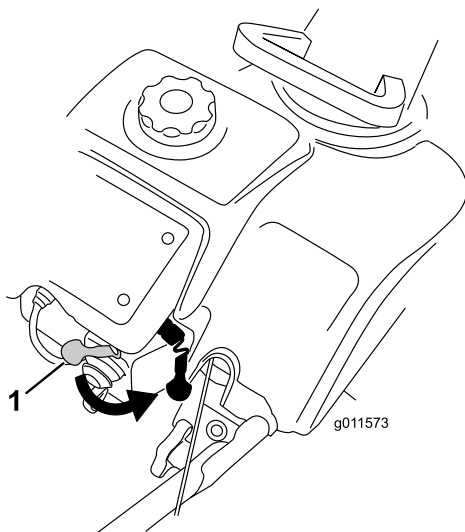
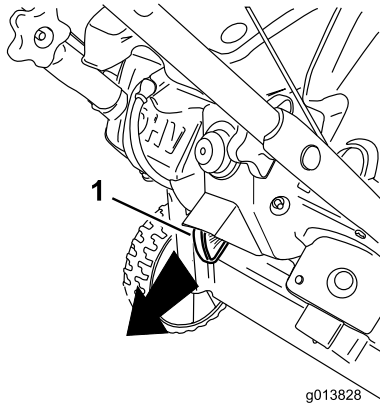

Figure 16
Figure 22
2. Déplacez la commande de starter complètement vers la droite (Figure 16).
Pour arrêter le moteur, tirez la clé de contact à la position ARRÊT (Figure 22) ou déplacez la commande de starter complètement vers la droite (Figure 16).